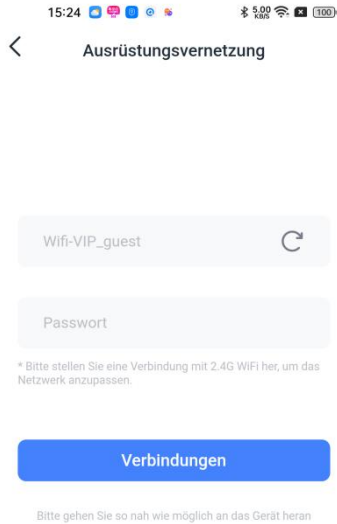

Abbildung 8.6.1
- Wenn der Benutzer das Gerät zum ersten Mal bindet, muss er zuerst das Netzwerk für das Gerät konfigurieren (wie in Abbildung 8.6.1 dargestellt).